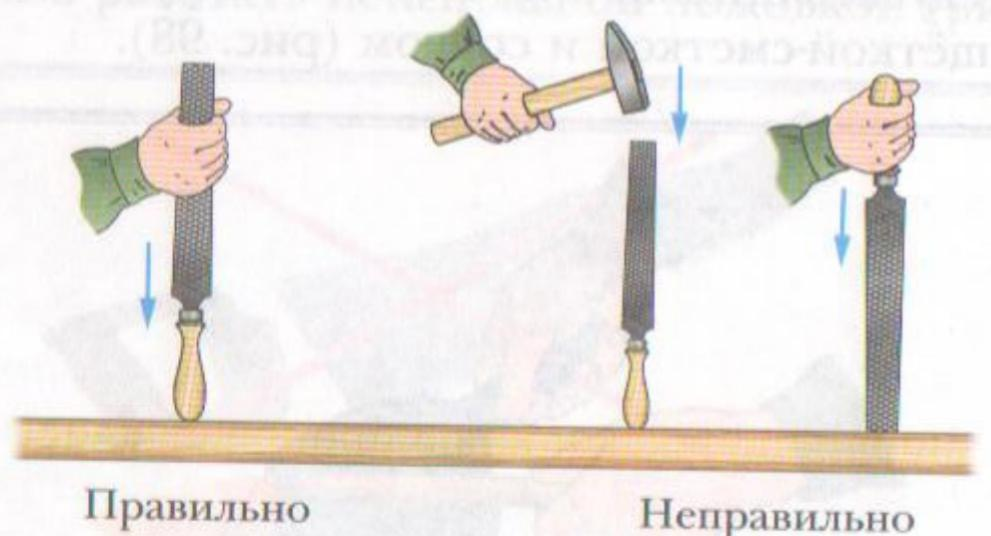

Рис. 100
2. Правильно закрепить ручку на хвостовике напильника (рис. 100).